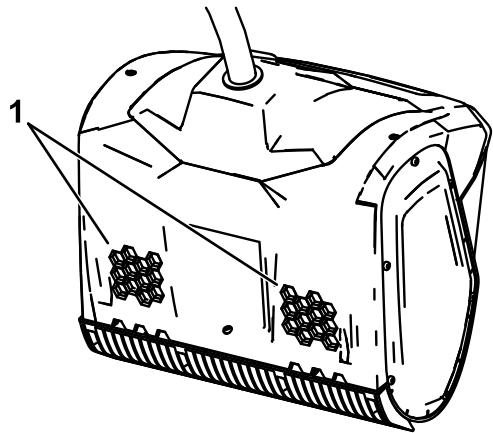

Figure 6
1. Vérifiez que les événets au dos de la machine sont exempts de neige ou de verglas (Figure 6).